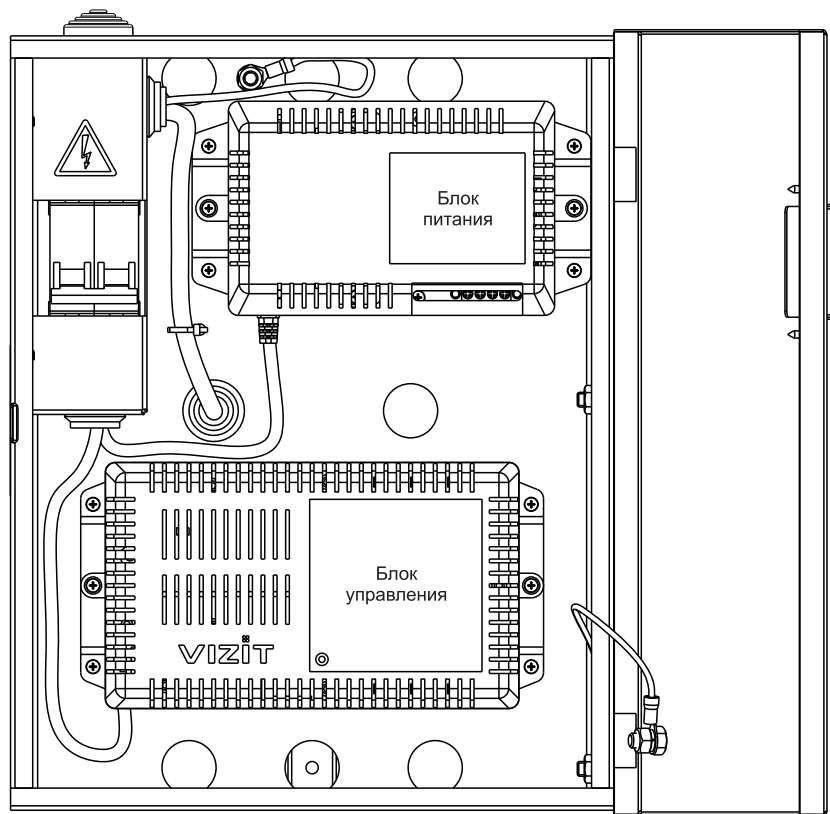

Рисунок 2 - Расположение блоков в боксе
- Заведите кабель внутрь бокса через одно из отверстий для кабеля питающей сети ⑥.
- При вводе кабеля через отверстие в задней стенке (см. рисунок 2) установите в это отверстие кабельный ввод-сальник ⑨ предварительно снятый с нижней стенки.